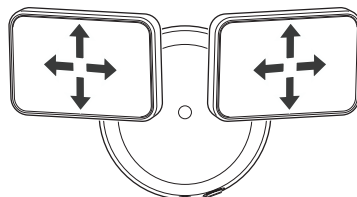

Figure 5
9. Au besoin, agrippez doucement les projecteurs, puis déplacez-le de droite à gauche ou du bas vers le haut pour régler la zone d'éclairage (voir la Figure 5).